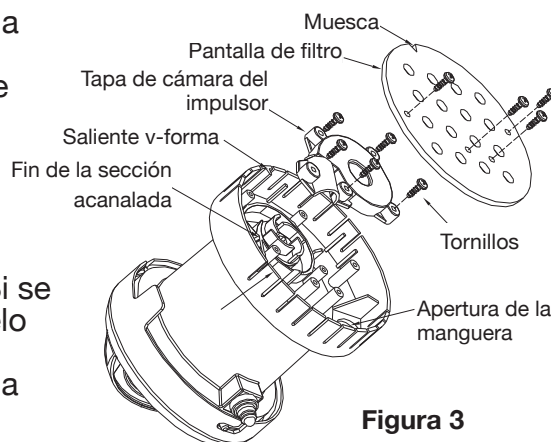

Figura 3
2. Retire la tapa de la cámara del impulsor mediante la eliminación de los cuatro tornillos. Retire todos los esiduos posibles (Ver figura 3). NOTA:la rotación correcta del impulsor es en sentido antihorario, cuando se ve desde la parte inferior de la bomba. Si el impulsor gira hacia la derecha, o en absoluto, compruebe las pilas para la inserción es correcta.